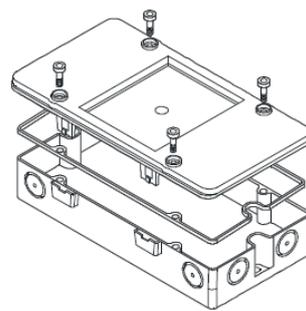

Fig. 4
- Fixar a tampa, adicionalmente, com quatro parafusos (Fig. 4). (A proteção de IP é garantida somente desta forma.)